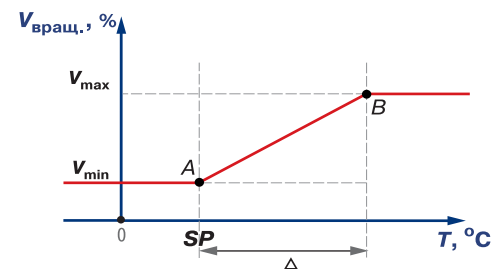

Рис. 3
3.3.4. Прибор осуществляет регулирование температуры по графику, рис. 3. При температурах $T < SP$ вентилятор вращается с минимальной скоростью V_{\min} (программируемый параметр P), см. *прил. Б, стр. 22*.